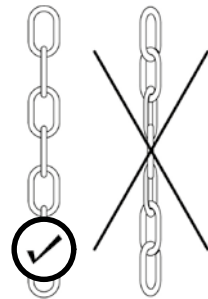

Abbildung 8
- Die Notfallkette darf auf keinen Fall verdreht werden (Abb. 8), sonst können die Störungen bei der manuellen Notsteuerung auftreten.